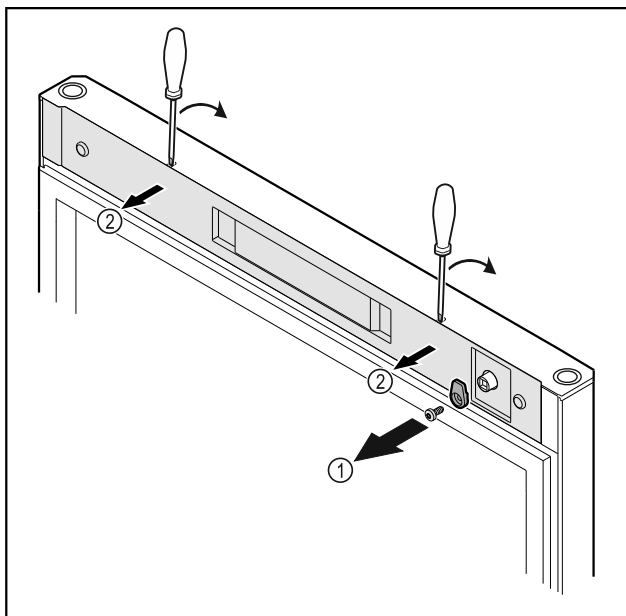

Fig. 21
- Odskrutkujte zatvárací hák Fig. 21 (1).
- Odistite kryt Fig. 21 (2) malým skrutkovačom a odoberte ho.